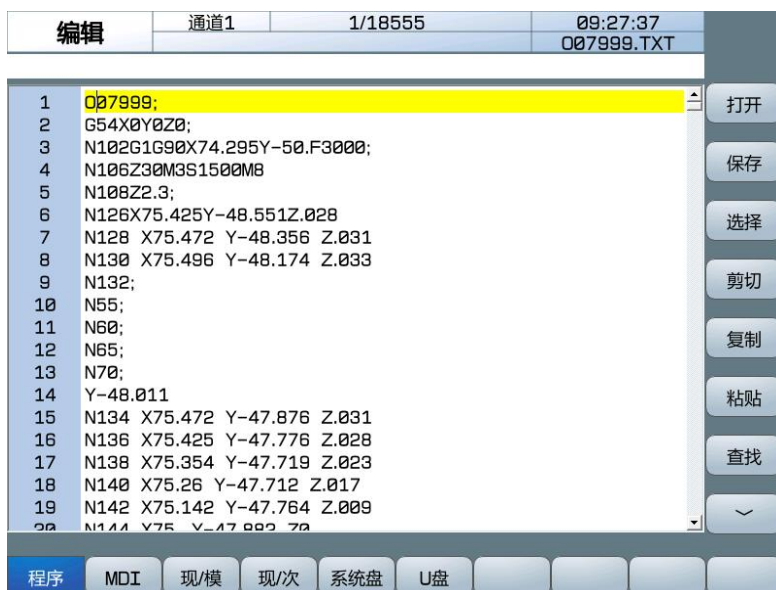

图10-1-1-2-1
3、在系统盘界面按【打开】软键，弹出输入窗后，依次键入数字键、、、、后，按确定。（此处以建立 O00002 程序名为例），在数据栏后显示 O00002，如图 10-1-1-2-2、图 10-1-1-2-3。